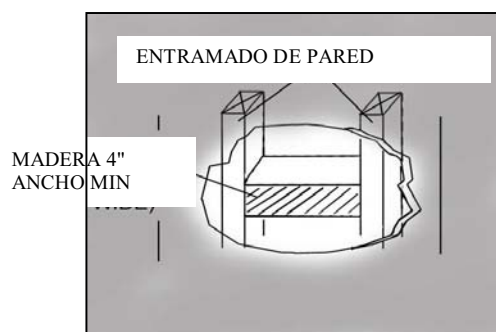

Figura 22
- Utilizando las referencias de la Tabla 2 y las medidas en la página 88-89, decida el nivel de la madera. Consulte la Figura 22.